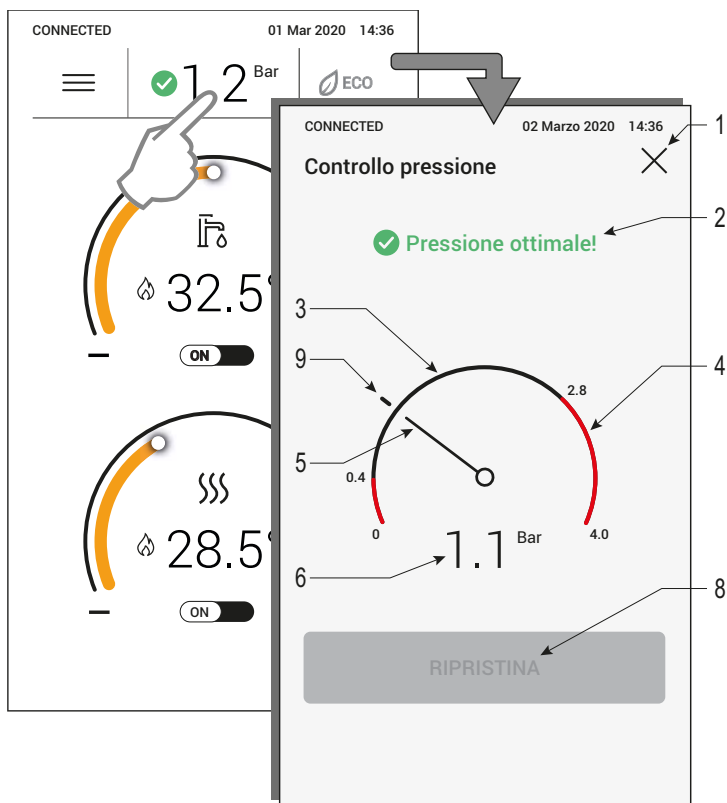

fig. 8 - Controllo pressione
**Legenda fig. 8**
In caso di bassa pressione dell'acqua (indicata dal simbolo ) , entrare nella schermata di controllo di pressione (fig. 8) e premere il tasto "RIPRISTINA".